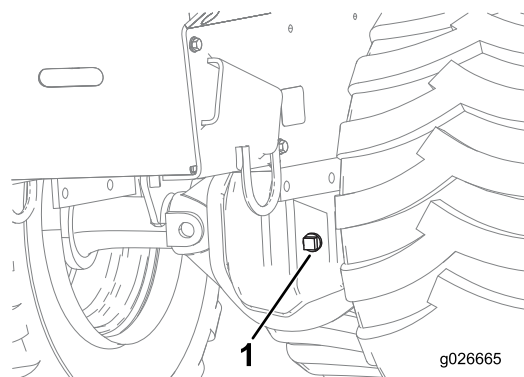

Рисунок 36
2. Снимите пробку заливного отверстия одного из дифференциалов моста (Рисунок 36).